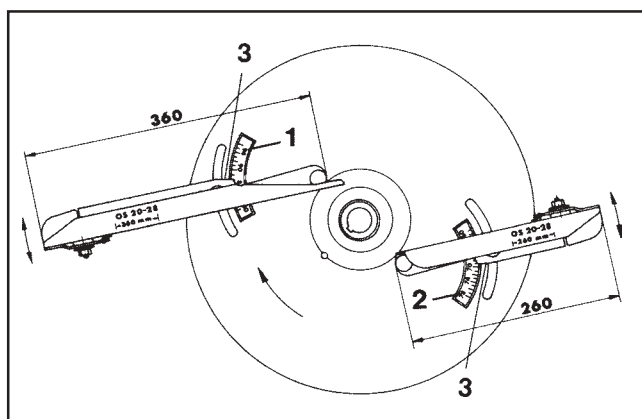

Рис. 7.12
Распределительные лопатки (рис. 7.12) на распределительных дисках OMNIA-SET могут регулироваться, при этом их крылья могут подниматься. Для распределения гранулированных удобрений при помощи дисков OMNIA-SET необходимо произвести монтаж воронкообразного спускного лотка в соответствии с пкт. 7.5, для того, чтобы установить оптимальную точку выхода удобрений на распределительные диски.
- ребро для снятия показаний (рис. 7.12/3) короткой распределительной лопатки установите на цифру "68" по шкале (рис. 7.12/2),
- ребро для снятия показаний (рис. 7.12/3) длинной распределительной лопатки установите на цифру "87" по шкале (рис. 7.12/1).